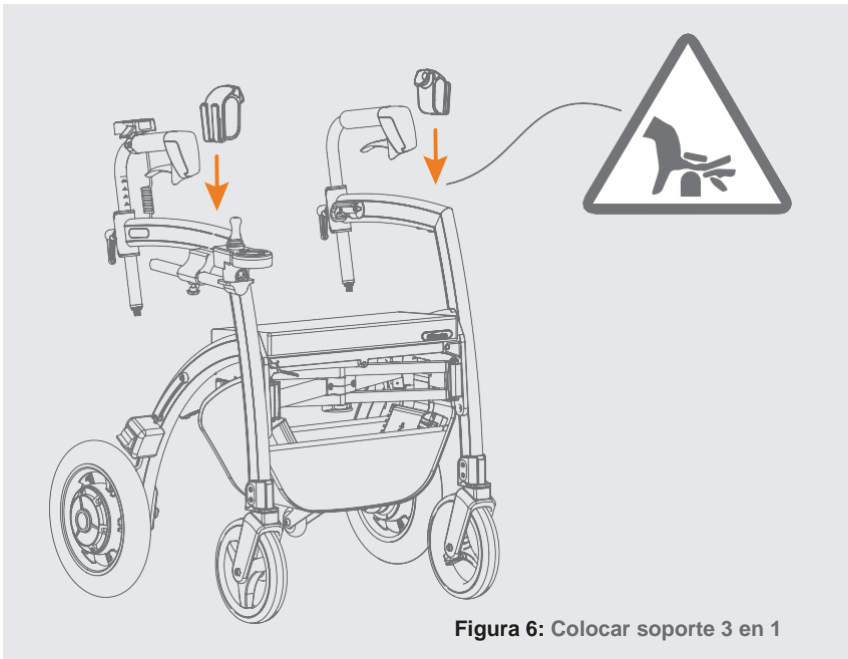

Figura 6: Colocar soporte 3 en 1
- Deslice los reposabrazos lo más atrás posible, los dos soportes deben colocarse delante de los reposabrazos con los ganchos de compra mirando hacia afuera, como se ve en la **Figura 6**.
- Sujete los soportes presionando hacia abajo sobre el marco **(Figura 6)**.